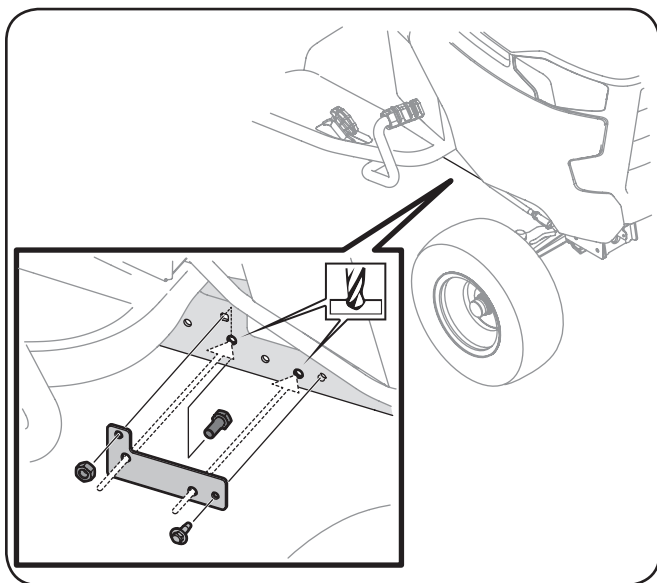

Figure 3-21
- Alignez le gabarit A sur le côté droit de l'appareil, puis fixez-le en place à l'aide du boulon hexagonal, de l'écrou et du boulon fournis dans l'ensemble d'installation. Voir Figure 3-21.
- Percez les trous à l'aide de la mèche de $\frac{3}{32}$ " fournie dans l'ensemble d'installation. Voir Figure 3-21.